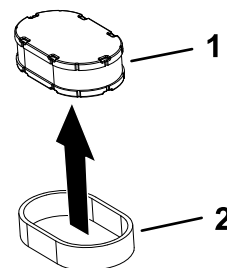

Figure 34
5. Séparez les éléments en mousse et en papier (Figure 34).